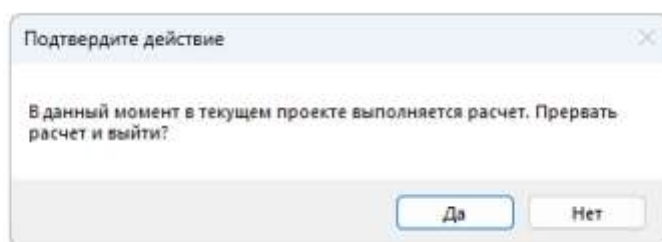

Рисунок 8.4.7
- выполнить команду **Файл → Выход**. Откроется окно подтверждения прерывания расчета (см. Рис. 8.4.7);